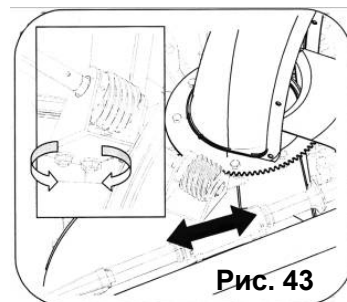

Рис. 43
2. Снова затяните гайки (см. Рис. 43).